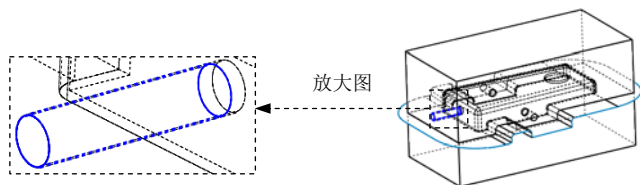

图 10.7.18 滑块 3
Step5. 单击“型心”对话框中的  按钮, 完成图 10.7.18 所示的滑块 3 的创建。